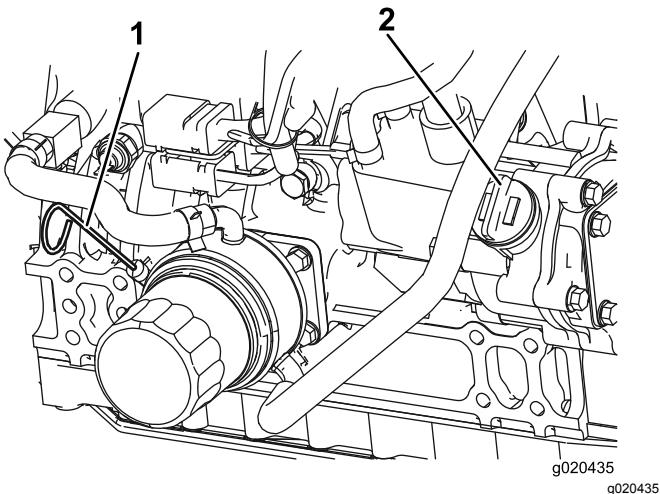

Figura 50
3. Retire la varilla, límpiela, vuelva a colocarla en el tubo y retírela de nuevo. El nivel de aceite debe estar entre las marcas de lleno y agregar (Figura 50).
4. Si el nivel de aceite es bajo, retire el tapón de llenado (**Figura 50**) y añada aceite hasta que el nivel esté entre las marcas de lleno y agregar. **No llene demasiado.**